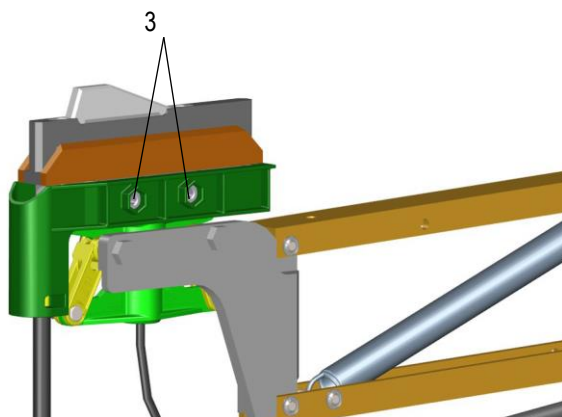

Fig. 69 : Desserrage des vis
→ Serrer les deux vis à six pans creux (3) (voir Fig. 69).